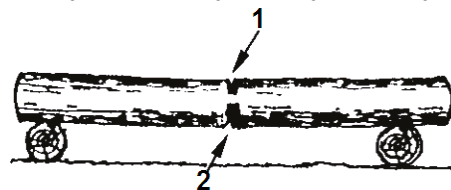

Рис.11
1. Бревно лежит на двух опорах (Рис.11). Разгрузочный пропил (1) на 1/3 бревна делается сверху. Основной пропил (2) делается снизу навстречу разгрузочному пропилу.